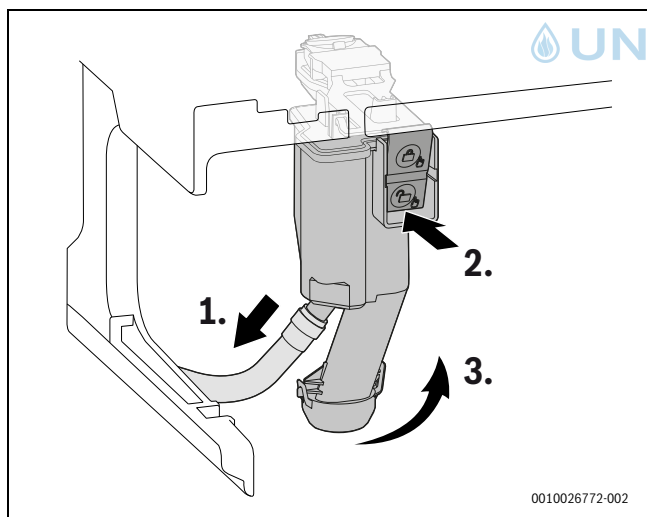

Bild 191 Kondensatsiphon ausbauen
- ▶ Kondensatsiphon aus dem Gerät nehmen (→ Bild 191, Seite 88).